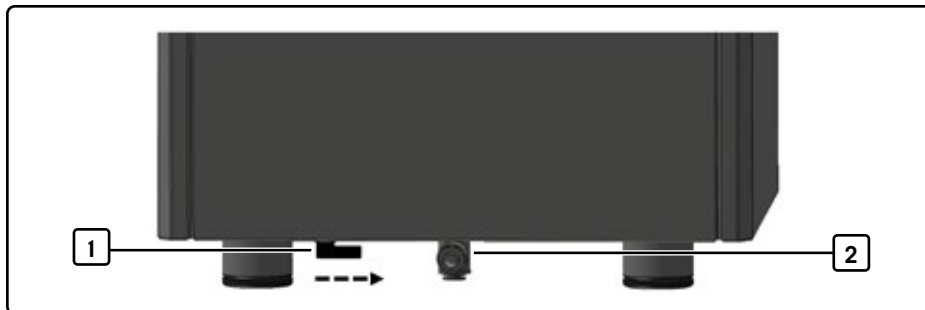

Abb. 3 Rückansicht mit Drehventil und Wasseranschlusstutzen
1. Drehventil [1, Abb. 3] in die Tankmodus-Stellung bringen. Das Ventil zeigt zum Wasseranschlusstutzen [2, Abb. 3].